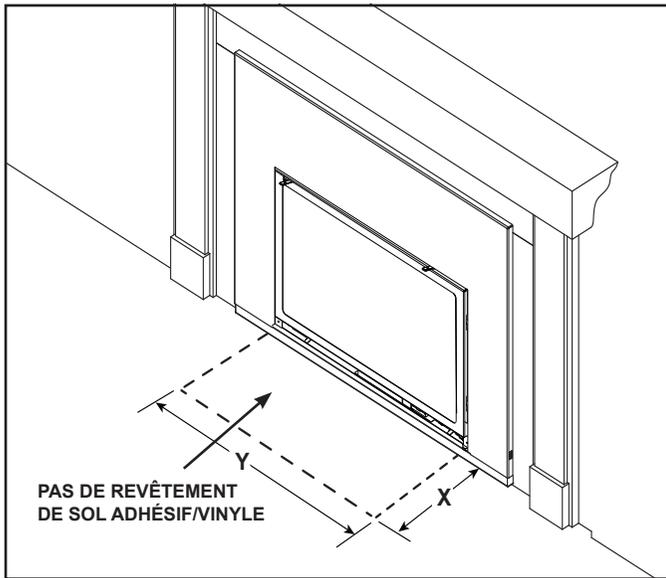

Figure 3.19 Âtre – Exception sur les matériaux inflammables
- Le plancher inflammable peut être situé devant l'appareil. Exception: pas de revêtement de sol adhésif/vinyle. Voir la figure 3.19.